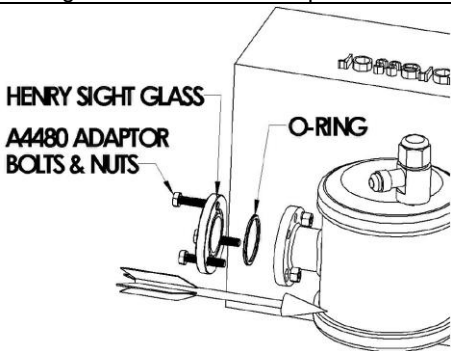

Figura 3: Spia Visiva di Henry
2. Inserire un O-ring standard nella scanalatura della seconda flangia del regolatore d'olio. A una lieve lubrificazione dell'olio refrigerante sull'O-ring aiuterà la sigillatura. Vedi Figura 3. (Nota: inserire un anello quadrato invece dell'O-ring per una spia visiva a 3 bulloni con una scanalatura- fare riferimento al punto 5 sottostante).
- a. La spia visiva fornita da Henry Technologies ha una superficie liscia su entrambi i lati, viene montato addirittura sulla seconda flangia. Attaccare la spia visiva con il lato increspato del vetro verso la flangia. Si tratta dell'opzione raccomandata per una spia visiva a 4 bulloni Bitzer con scanalatura per O-ring non standard (vedi Figura 3).